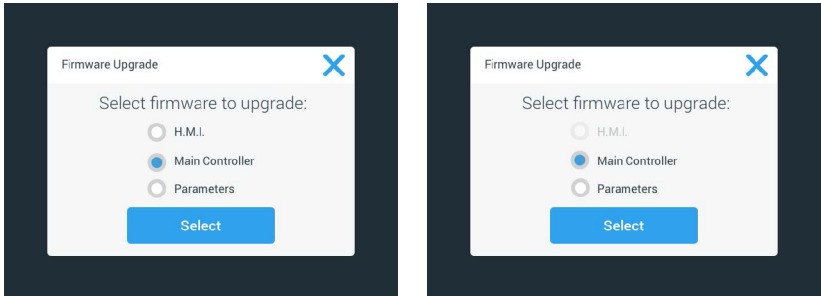

図 120: インストールするファームウェアの項目の選択
11. アップグレードするファームウェアがある場合は、図 120に示すような項目別リストが「ファームウェアのアップグレード」画面に表示されます。アップグレードするファームウェアの項目をタップします。